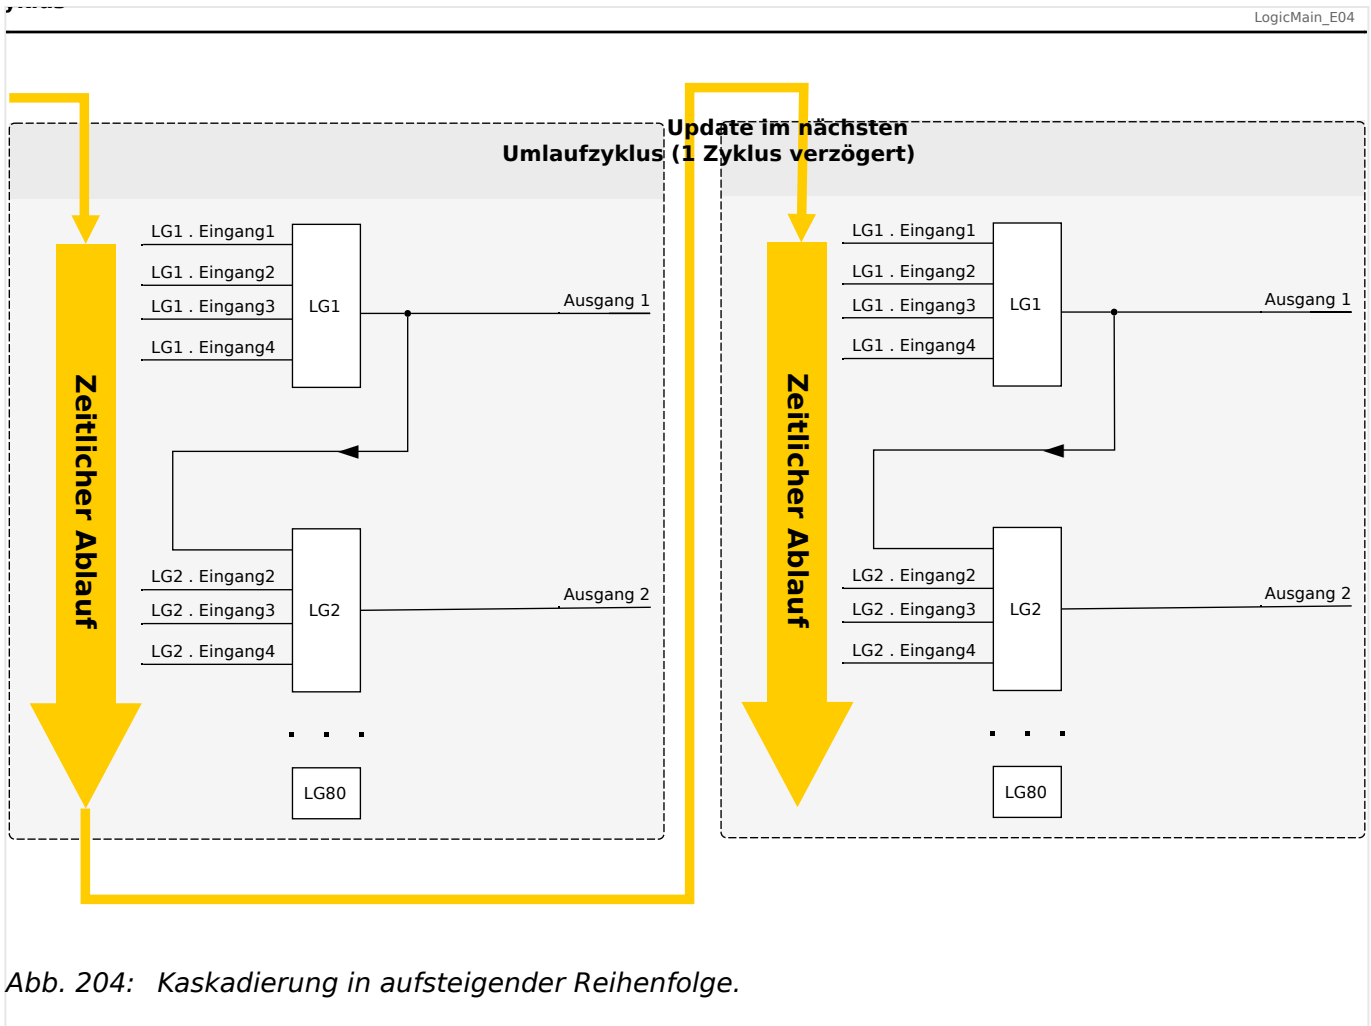
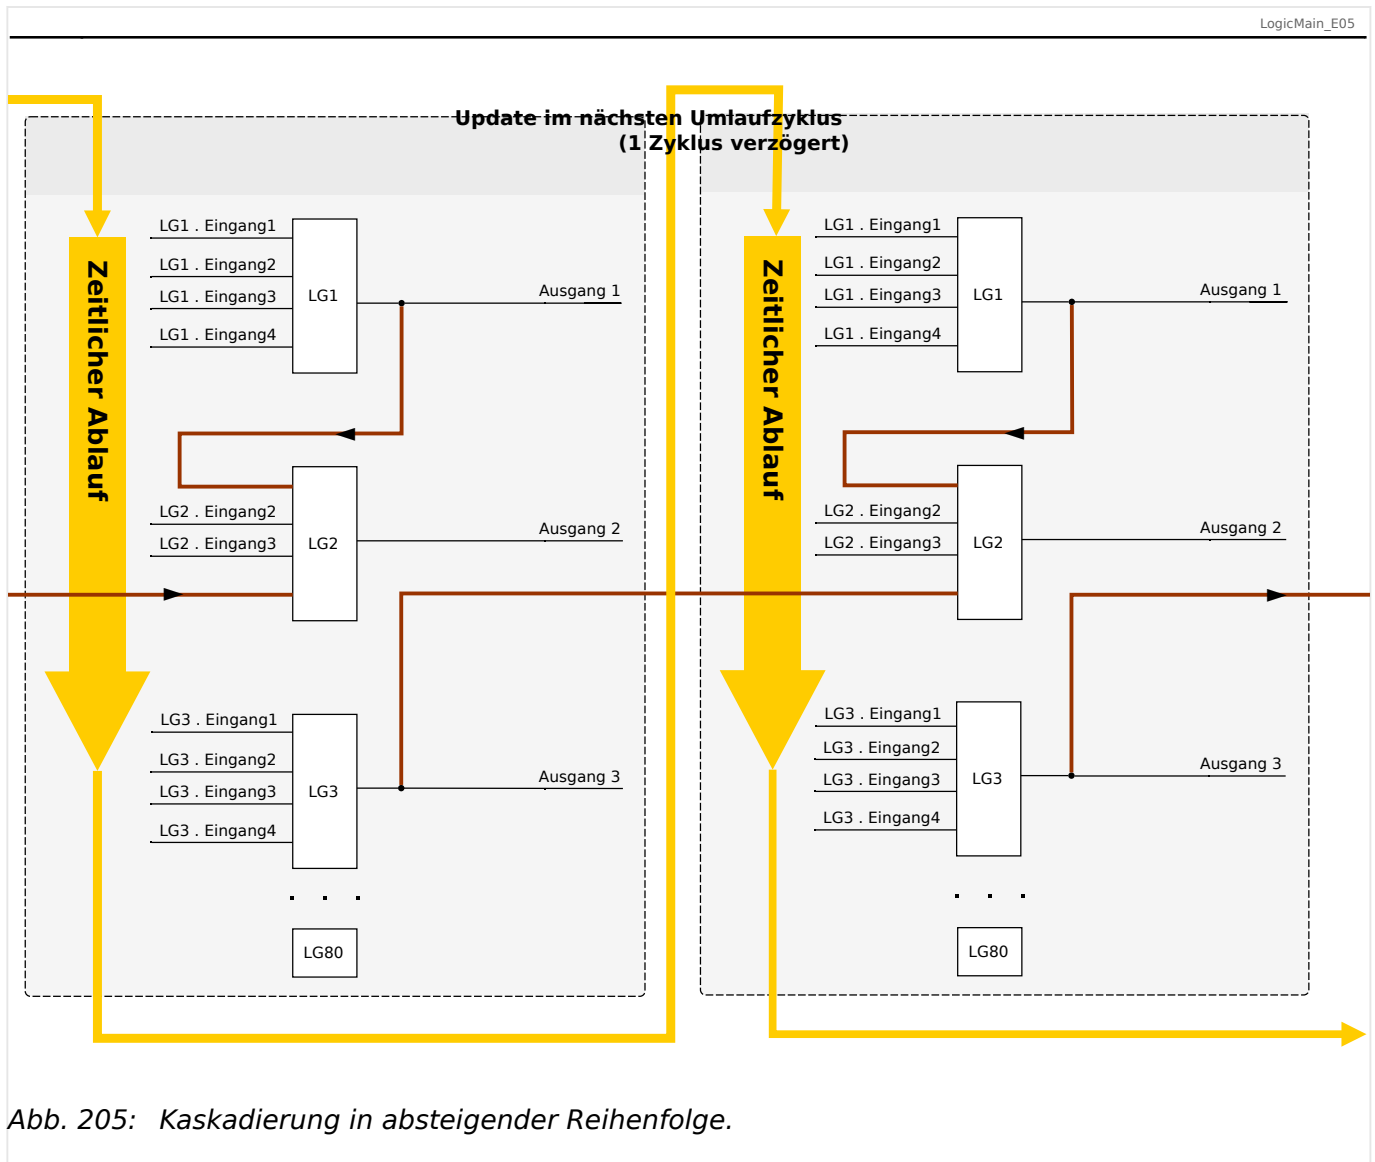

Abb. 204: Kaskadierung in aufsteigender Reihenfolge.
Abb. 205: Kaskadierung in absteigender Reihenfolge.
- Kaskadierung in **aufsteigender** Reihenfolge bedeutet, dass der Ausgang einer Logikgleichung auf den Eingang einer Logikgleichung mit **höherer** Nummer rangiert wird. Das Diagramm →Abb. 204 weiter unten zeigt ein Beispiel, bei dem der Ausgang von LG1 auf einen Eingang von LG2 rangiert wird.
- Kaskadierung in **absteigender** Reihenfolge bedeutet, dass der Ausgang einer Logikgleichung auf den Eingang einer Logikgleichung mit **niedrigerer** Nummer rangiert wird. Das Diagramm →Abb. 205 zeigt ein Beispiel, bei dem der Ausgang von LG3 auf einen Eingang von LG2 rangiert wird.
Bei der Konfiguration des Schutzgerätes bestehen keinerlei Einschränkungen oder Unterschiede zwischen aufsteigender und absteigender Reihenfolge. Da allerdings während der Laufzeit des MCDGV4 die Logikgleichungen in aufsteigender Reihenfolge ausgewertet werden, haben die resultierenden Ausgangswerte, die am Eingang der Logikgleichung anstehen, ein unterschiedliches „Alter“, wie in →Abb. 204 und →Abb. 205 veranschaulicht wird.
Das in Abb. 205 gezeigte Beispiel zeigt eine Konfiguration von „Logikgleichung 2“, die den Ausgang von zwei weiteren Logikgleichungen, „Logikgleichung 1“ und „Logikgleichung 3“, als Eingangszustände verwendet. Hierbei ist der Ausgang von „Logikgleichung 1“ in aufsteigender Reihenfolge verwendet, sodass der Wert in jeweils demselben Prozesszyklus ermittelt wird. Der Ausgang von „Logikgleichung 3“ wird in absteigender Reihenfolge verwendet, sodass der Wert in dem jeweils vorherigen Prozesszyklus ermittelt wurde.